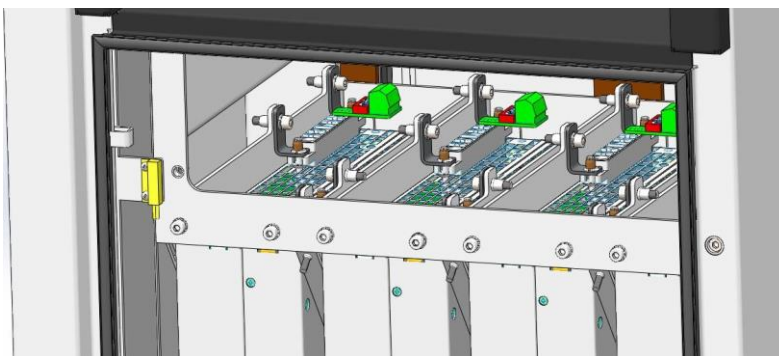

Рисунок 5.19. Підключення модулів
11. Закріпіть клеми знятими раніше кріпленнями (рис. 5.19).